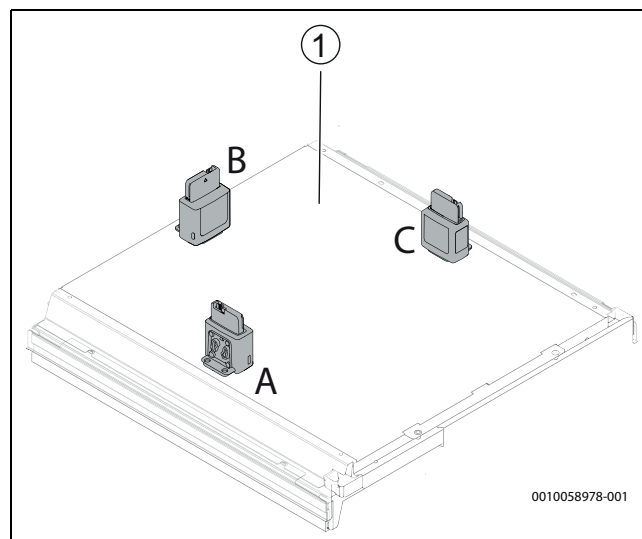

Bild 27 Exempel på hur man placerar K4ORF
- Hållaren kan placeras på olika sätt. Den kan placeras på sidan av apparaten med den inbyggda magneten. Den kan placeras väggmonterad med skruvar. Den kan monteras på toppen av apparaten (→ [1], bild 27).